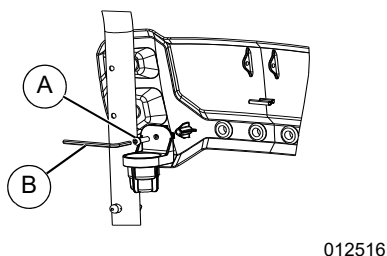

Figura 2-3. Funda de boquilla auxiliar
- Consulte la **Figura 2-3**. Si se incluyen las boquillas auxiliares (rociador de jabón o turboboquilla), conecte la funda de boquilla auxiliar al lado del letrero con el tornillo incluido (A) y la llave hexagonal (B).